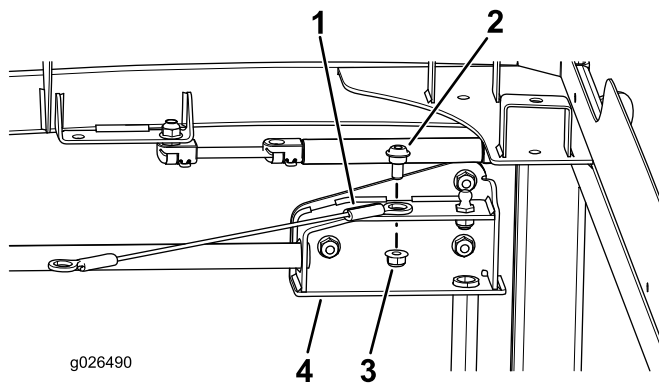

Figura 6
1. Monte o cordão na dobradiça da estrutura da porta com um parafuso com olhal (5/16 x 1/2 pol.) e uma porca de bloqueio (5/16 pol.) como se mostra na Figura 6.